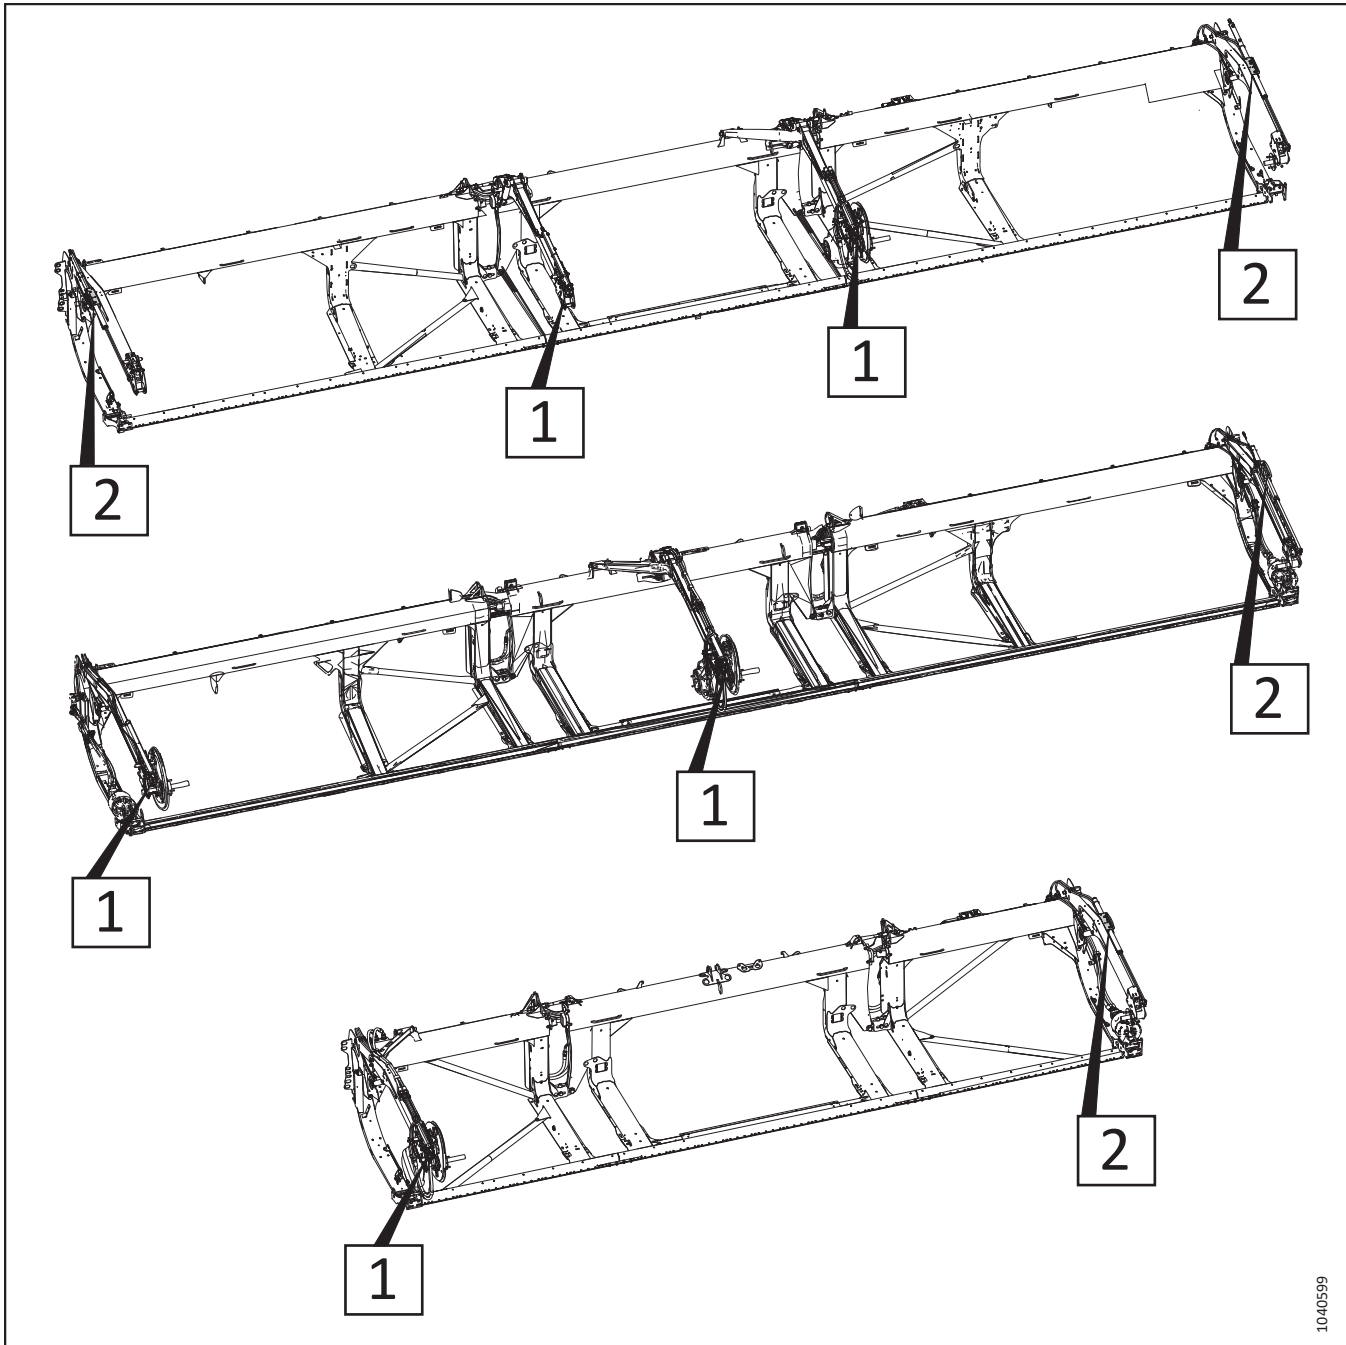

Figure 3.193: Vérins avant-arrière réglables – Numéros de référence des procédures
5. Consultez la figure 3.193, page 178 pour trouver les procédures de réglage des vérins avant-arrière adaptées à votre type de plateforme. Le numéro sur l'illustration se rapporte à l'une des procédures suivantes :